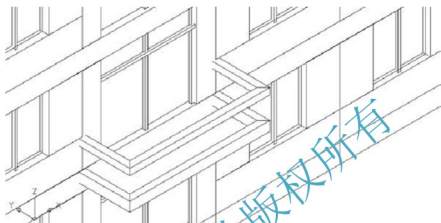
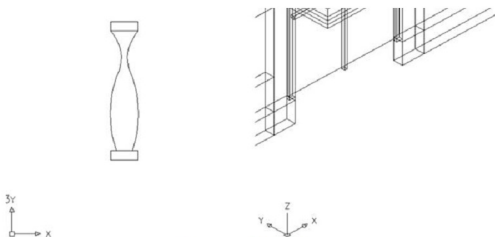
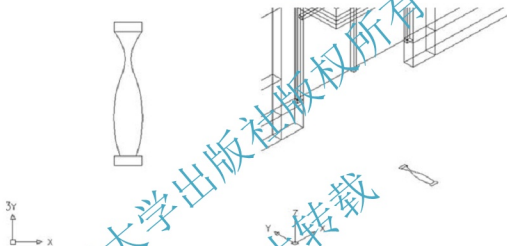

图 6.43 绘制阳台板
图 6.44 垂直平铺窗口
图 6.45 复制“花瓶”图形
- (6) 按 Enter 键结束命令, 结果图 6.43 所示。
(1) 保持当前图层仍为 **【阳台 1】** 图层。继续绘制图 6.43, 同时打开第 4 章中图 4.53 所示的图形文件, 然后执行菜单栏中的 **【窗口】|【垂直平铺】** 命令, 使打开的两个图形文件呈垂直平铺显示状态, 结果如图 6.44 所示。
(3) 将十字光标放到任意一条虚线上 (注意不能放在蓝色夹点上), 按住鼠标左键并缓缓地移动光标, 会发现所选择的花瓶图形随着光标的移动而移动。
(4) 继续按住左键并将图形放到图 6.43 所示的窗口中, 松开左键, 这时选择的花瓶图形被复制到该图形中, 结果如图 6.45 所示, 关闭图 4.53 所示的图形文件。